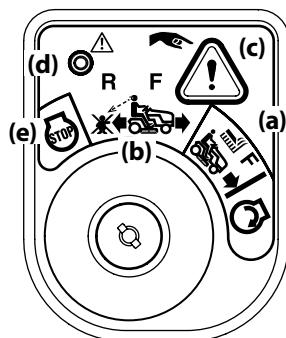

Figura 3-10
- Gire la llave de la posición CORTE NORMAL ⚡ (a) a la posición MODO DE PRECAUCIÓN EN MARCHA ATRÁS ✖️ (b) del módulo de encendido. Vea Figura 3-10.
- Oprima el BOTÓN DE MARCHA ATRÁS (c) en el ángulo superior derecho del módulo de encendido. La luz indicadora roja (d) que está en el ángulo superior izquierdo del módulo de encendido se mantendrá ENCENDIDA mientras esté activada. Consulte la Figura 3-10.